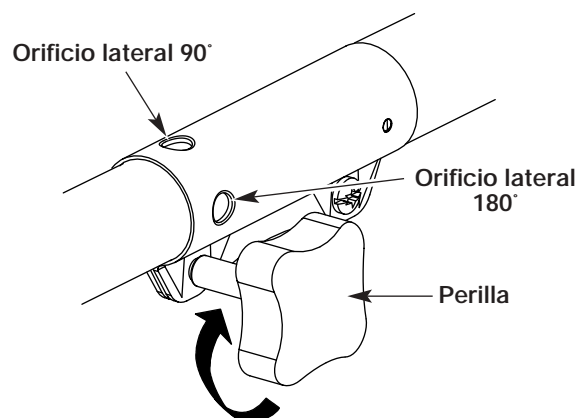

Fig. 8
3. Gire la perilla en sentido horario para ajustarla (Fig. 8).
Para recortar bordes mientras usa el accesorio de corte de cabeza de línea con modelos EZ-Link™, trabe el botón de desconexión en el **orificio lateral de 90°** o en el **orificio lateral de 180°** (Fig. 8).